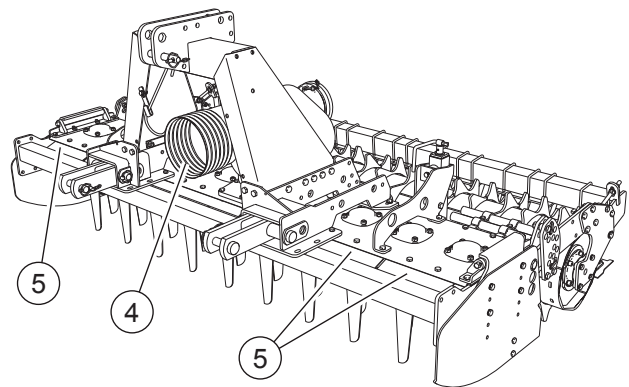

FIG. 22
- Schutzvorrichtung der Zapfwelle der Traktorseite (4, „Fig. 22“).
- Schutzblech zum Werkzeugbereich hin (5, „Fig. 22“).